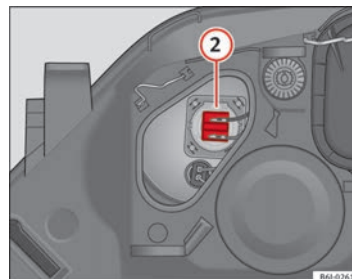

Abb. 151 Fernlicht
- Ziehen Sie den Stecker ⇒ **Abb. 151 ②** nach außen ab.